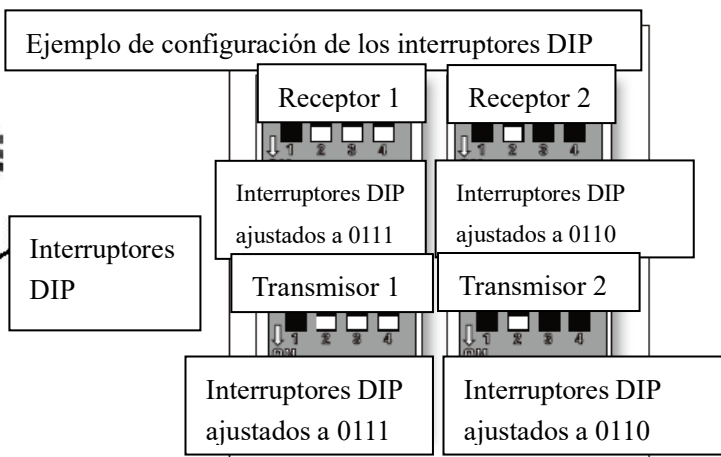

Fig. 12 Conjunto de interruptores DIP del receptor
- El mando a distancia (transmisor) y el receptor deben configurarse para emparejar la comunicación entre ellos. Esto se consigue ajustando el conjunto de interruptores DIP del receptor y del mando a distancia al mismo valor. **(Fig. 12)**